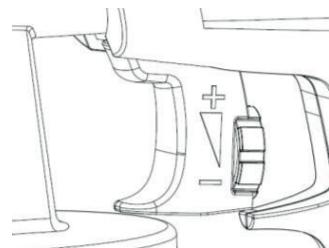

Рисунок 6
- Для настройки объёма, распыляемого материала вращайте регулятор, установленный на кнопки включения электроинструмента (Рис. 6).